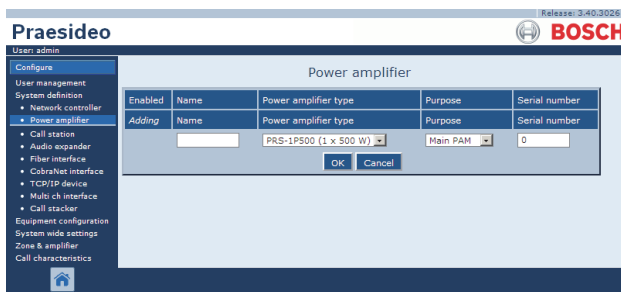

abbildung 43.5: Neue Endstufe hinzufügen, Schritt 2
- 2 Klicken Sie auf die Schaltfläche *Add*, um der Anlage eine Endstufe hinzuzufügen. Im Mainframe der webbasierten Benutzeroberfläche erscheint ein Bildschirm, der dem in abbildung 43.5 ähnelt.